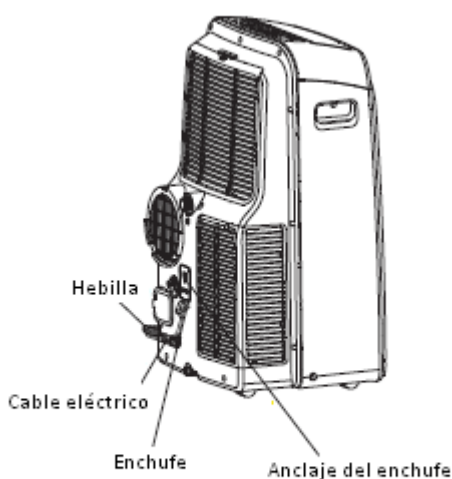

Fig.25
-Apague el aparato y desenchúfelo, coloque el cable en la hebilla (fig. 25). Retire las pilas del mando a distancia.